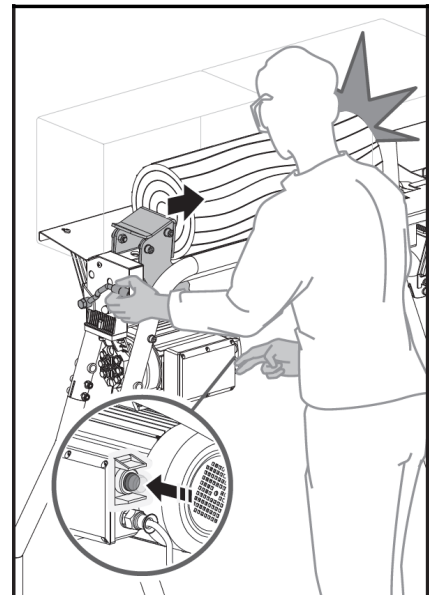

Fig. 14
- Per un funzionamento sicuro, lo spaccalegna richiede entrambe le mani: la mano sinistra controlla la leva di comando idraulico (13) e la mano destra aziona il pulsante di avvio (7). Vedere Fig. 14.
- Iniziare premendo e tenendo premuto il pulsante di avvio (7) per attivare il motore.
- Quindi, spingere la leva di comando idraulico (13) verso il basso per innestare lo spingitronco (11).